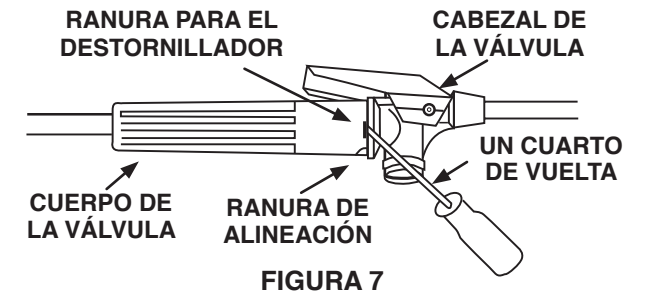

FIGURA 7
- Inserte la paleta de un destornillador pequeño en la ranura y gire un cuarto de vuelta para separar el cuerpo de la válvula del cabezal. (Figura 7)
- (d) Presione el cuerpo de la válvula contra el cabezal hasta que calcen en posición. (Figura 7)